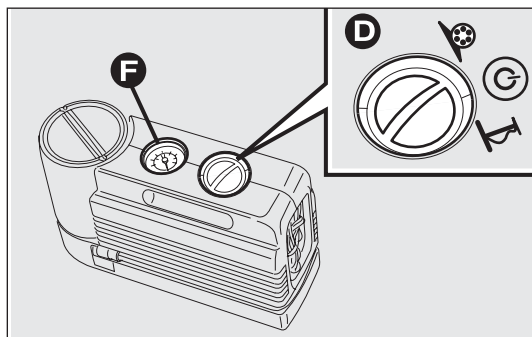
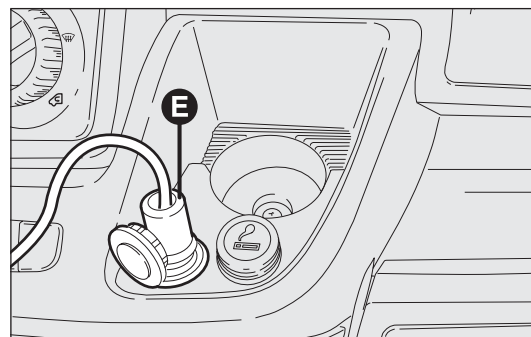

fig. 179
fig. 180
- introduire la fiche E-fig. 180 dans la prise de courant 12 V la plus proche et démarrer le moteur. Tourner le sélecteur D-fig. 179 dans le sens inverse des aiguilles d'une montre sur la position de réparation. Actionner le kit en appuyant sur l'interrupteur on/off. Gonfler le pneu à la pression préconisée, voir le paragraphe «Pression de gonflage» au chapitre «Caractéristiques techniques»;
- ❑ pour une lecture plus précise, il est conseillé de vérifier la valeur de la pression sur le manomètre F-fig. 179 lorsque le compresseur est éteint et en laissant le sélecteur central en position de réparation;